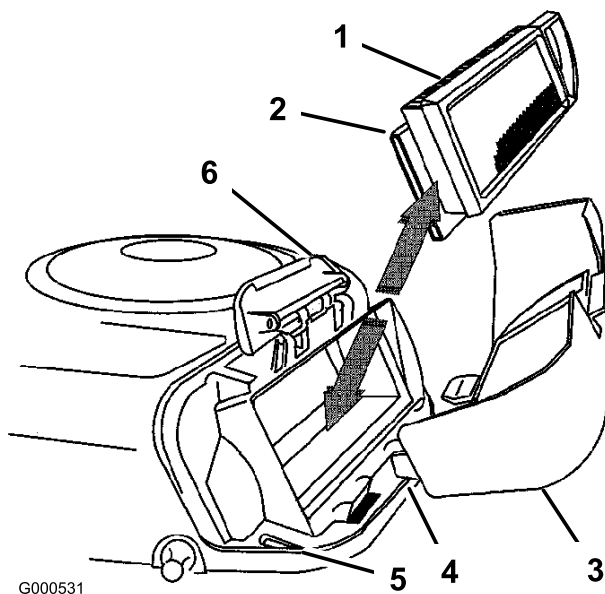

Figura 31
5. Estraiete con cautela l'elemento in schiuma sintetica e l'elemento di carta dal convogliatore (Figura 31).
2. Allineate le linguette del coperchio del filtro dell'aria con le fessure del convogliatore (Figura 31). Agganciate il manico sul coperchio, quindi premete sul manico per fissare saldamente il coperchio.